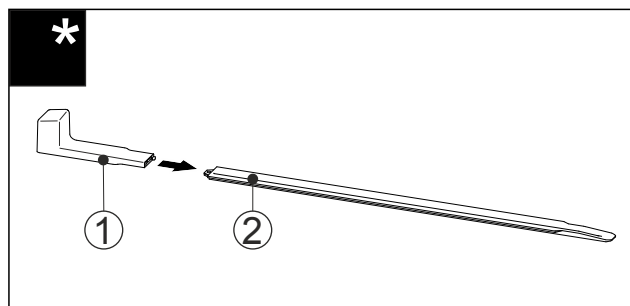

Fig. 63
- Inserire l'impugnatura di montaggio Fig. 63 (1) sulla guida di livellamento Fig. 63 (2).